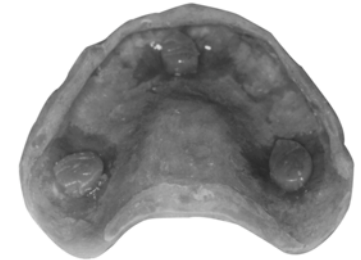

Abbildung 2 – Gewebeabstandhalter
2. **Es wird empfohlen, „Abstandhalter“ zum Gewebe zu verwenden**, um die Vertikaldimension und die Dicke der Unterfütterung einzustellen. Siehe Abbildung 2.